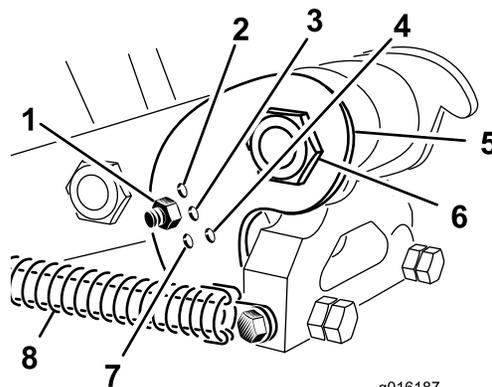

Figura 37
Defina o suporte da inclinação (Figura 37) para a posição correcta com base no comprimento dos dentes a utilizar. A paragem da cabeça está definida numa das posições pré-determinadas ao escolher o furo através do qual a alavanca de ajuste é aparafusada. Estes furos são apenas predefinidos; por exemplo, ao utilizar um dente de 25,4 cm numa posição de 30,48 cm, poderá obter um acabamento mais suave; dependendo da aplicação.
- 3. Liberte a tensão da mola para a cabeça do dente (Figura 37).
- 4. Retire a porca e o parafuso dos orifícios de ajuste no suporte da inclinação (Figura 37).
- 5. Rode o suporte da inclinação até ficar alinhado com o orifício pretendido no braço e coloque o parafuso e a porca (Figura 37).